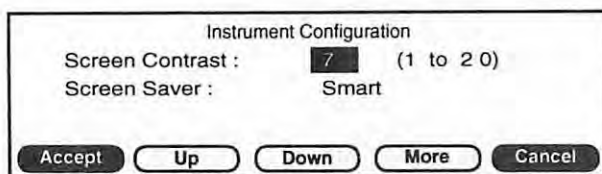

Fig.1-6 コンフィグレーションスクリーン（III）
1. コンフィグレーションスクリーン（III）（Fig.1-6）から Screen Contrast フィールドを選択します。
1. コンフィグレーションスクリーン (III) (Fig.1-6) から Screen Saver フィールドを選択します。